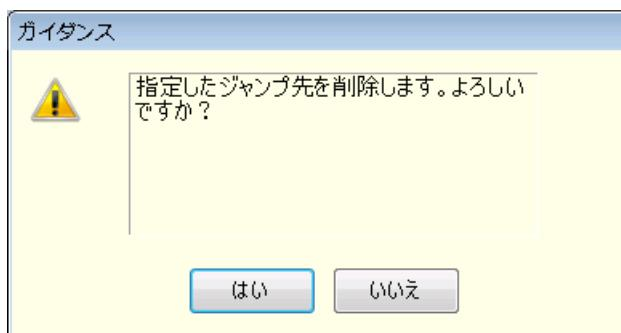

図6-7 ステップ削除の確認ダイアログ
- ジャンプ先やブランチステップに設定されているステップを削除した場合は、図 6-7 のようなダイアログが表示されます。**はい**を選択するとステップが削除され、ジャンプ先やブランチステップは、ステップ番号 0 に自動更新されます。**いいえ**を選択すると、ステップの削除はキャンセルされます。